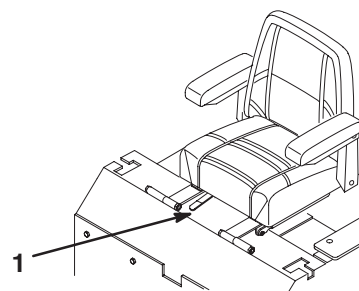

Figure 20
1. Poussez le levier de réglage sur le côté pour débloquent le siège (Fig. 20).